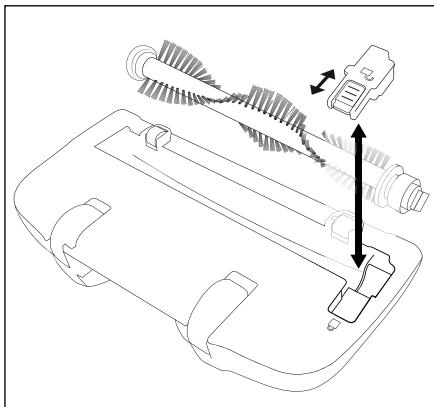

Abb. 4
- 2) Schieben Sie die Verriegelung an der Abdeckplatte Richtung -Symbol und nehmen Sie die Abdeckplatte ab (Abb. 4).
- 3) Nehmen Sie die Bürstenrolle **⑯** raus.
- 4) Entfernen Sie Verschmutzungen (auf beiden Seiten der Borsten) und säubern Sie die Bürstenrolle **⑯**. Nehmen Sie dafür ein feuchtes Tuch und wischen von innen nach außen die einzelnen Borstenbündel ab.
- Entfernen Sie die zerschnittenen Haare und Fäden aus der Bürstenrolle **⑯**.
- 7) Setzen Sie die Abdeckplatte wieder auf und verriegeln Sie sie, indem Sie die Verriegelung Richtung -Symbol schieben (Abb. 4).